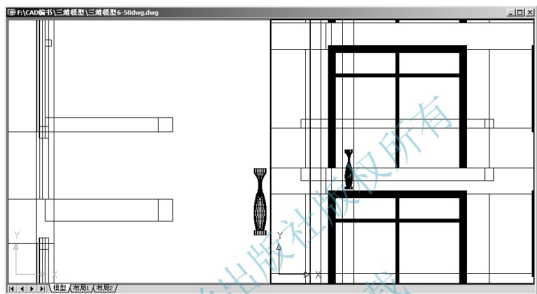

图 6.51 调整左右视口内的视图显示
(2) 在左视口内单击，将其设为当前视口，然后执行菜单栏中的【视图】|【三维视图】|【左视图】命令，将视图调整为左视图状态。
(3) 在右视口内单击，将其设为当前视口，然后执行菜单栏中的【视图】|【三维视图】|【主视图】命令，将视图调整为前视图状态，结果如图 6.51 所示。